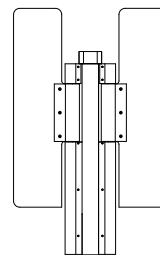

图 2.1-2 双机芯摆闸
- 双机芯摆闸：机箱内部配置有独立工作的双机芯（如图 2.1-2 所示）。